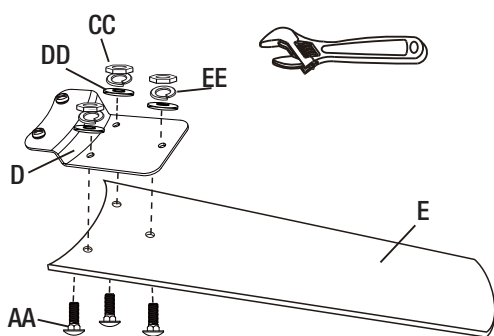

Figura 6
- Monte los soportes de las aspas (D) a las aspas del ventilador (E) con los tornillos de cuello cuadrado (AA), las tuercas hexagonales (CC), cojinetes de resorte (EE) y las arandelas planas (DD) incluidas (3 por cada aspa) (Figura 6).